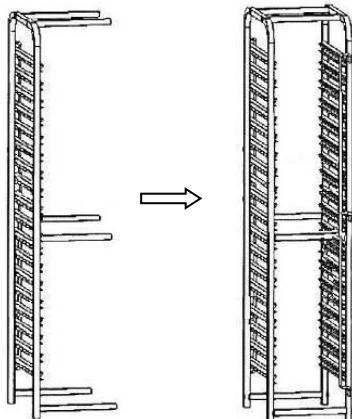

Fig. 1
- Vælg en sidedel af ryddevognen (**fig. 1**) og monter 6 tværstænger (øverst, i midten og nederst).